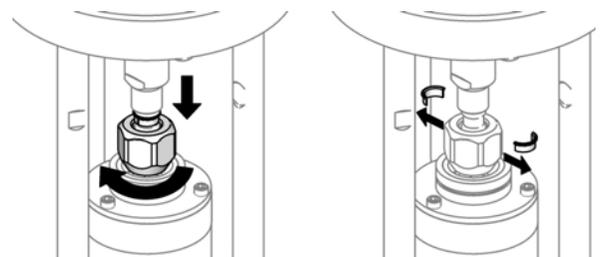

図 8. カップリングカラーを取り外す。
4. カップリングナット (7) を下げ、カップリングカラー (5) を取り外します。図. 8 を参照のこと。
5. モーターシャフトを押し上げます。カップリングナットを取り外します (7)。
6. ソケットを使用して、タイロッドナット (4) を取り外します。
8. エアモータを持ち上げて取り外します。タイロッド (3) は取り付けられたままになります。
9. タイロッド (3) のフラット上にあるソケットを使用して、タイロッドをエアモータの下カバーから取り外します。